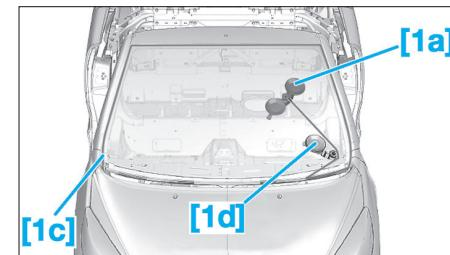

FIG. 20
- Déplacer les outils [1a], [1d] suivant l'évolution de la découpe du cordon d'adhésif joint (Fig.20).